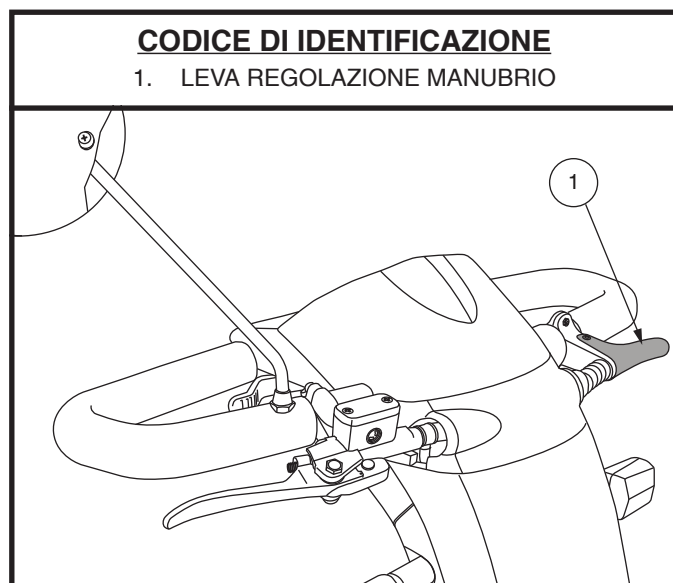

Figura 17. Leva Regolazione Manubrio
1. Spremere la leva di regolazione del timone. Vedere figura 17.